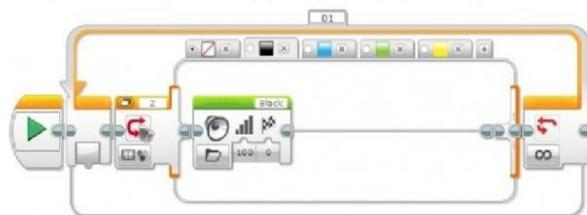

Рис. 5
*Осталось вставить наш настроенный программный блок "Переключатель" внутрь программного блока "Цикл" Оранжевой палитры. Программа готова! Загрузим её в робота и протестируем работу! (Рис. 5)